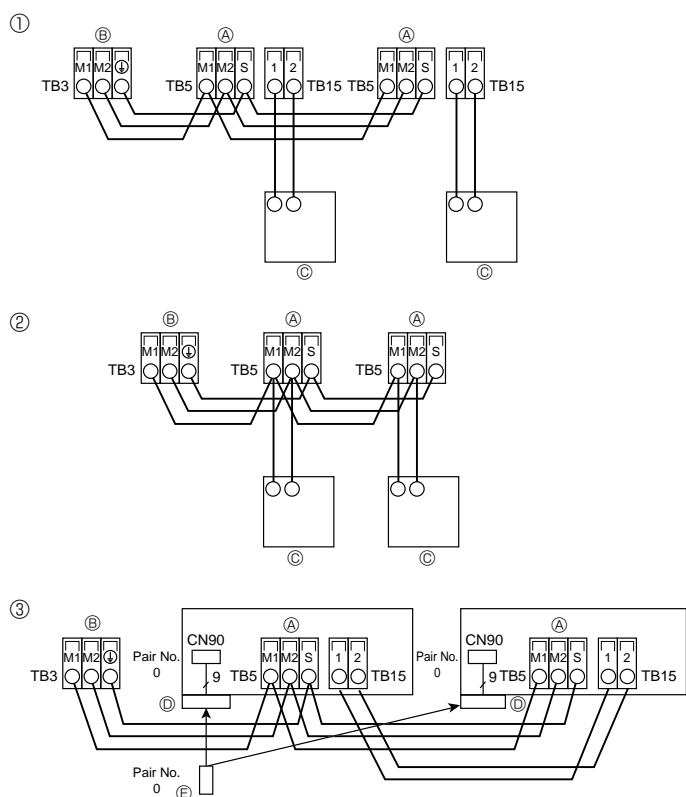

Fig. 6-3
6.4. Conexión de los cables de transmisión del mando a distancia y de las unidades exterior e interior (Fig. 6-3)